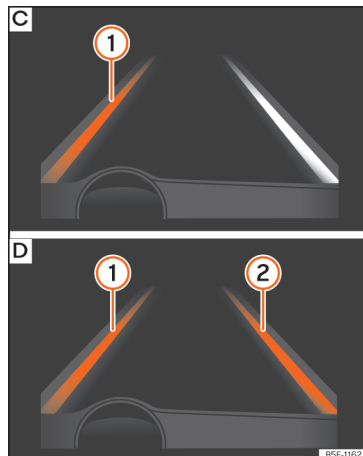

Abb. 283 Am Bildschirm des Kombi-Instruments: Bildschirmanzeige des Spurhalteassistenten (Beispiel 2).
- **Abb. 283 [C]:** System regelt; die hervorgehobene Linie ① zeigt an, dass die Gefahr einer unabsichtlichen Überschreitung der Begrenzungslinie bestand. Das System korrigiert über die Lenkung die Fahrtrichtung.
- **Abb. 283 [D]:** Die beiden hervorgehobenen Linien ① und ② leuchten gleichzeitig auf, wenn beide Begrenzungslinien erkannt sind und die Funktion adaptive Spurführung eingeschaltet ist.